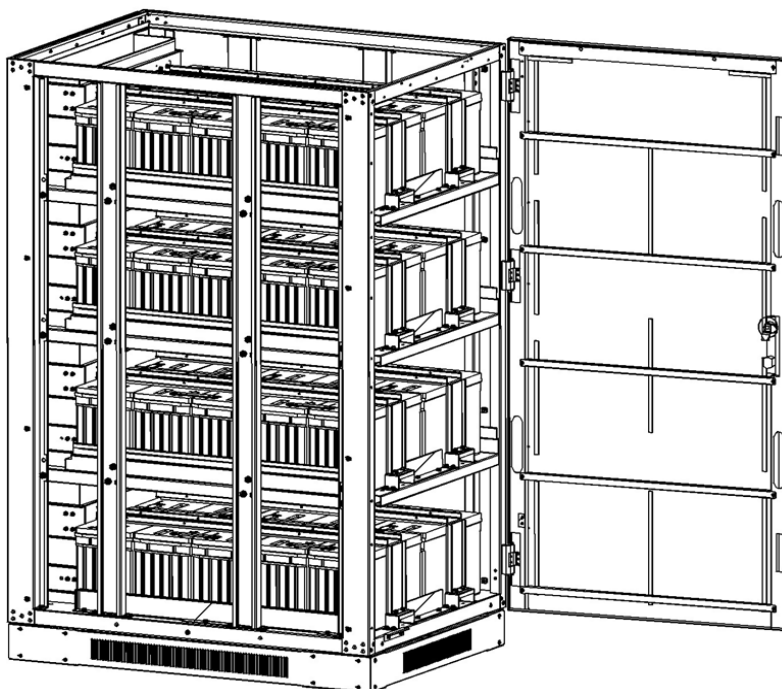

Figure 5-39
8. Réinstaller tous les supports de rétention et les vis des batteries (Figure 5-39).